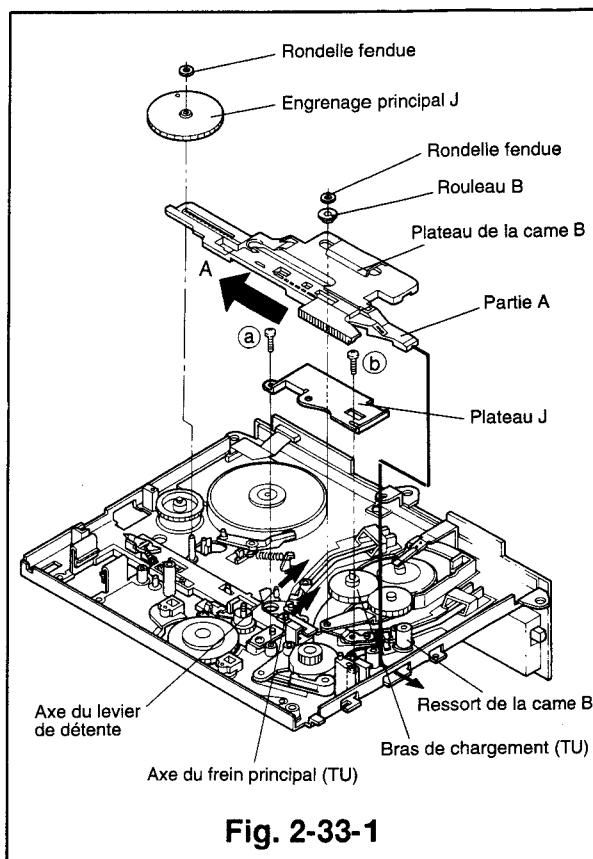
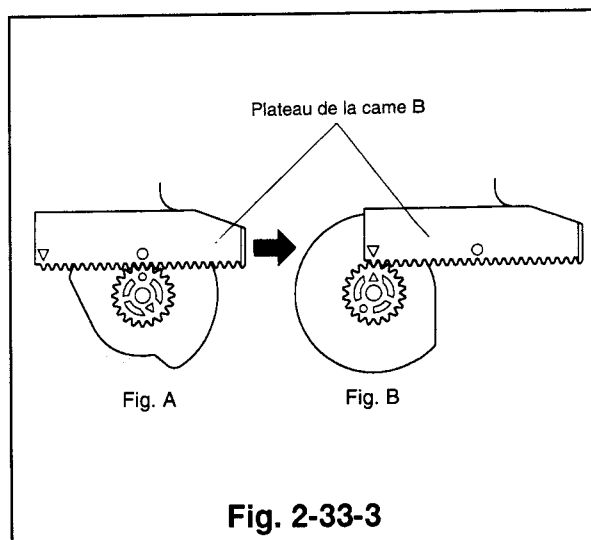

Fig. 2-33-1
Fig. 2-33-3
- 3) En faisant passer la partie A du plateau de la came B sous le ressort de la came B, insérer le plateau dans l'orifice situé sur le côté du plateau principal, dans le sens indiqué par le trait plein. (Voir la Fig. 2-33-1)
- 4) Tout en soulevant la section arrière du plateau de la came B, aligner celui-ci avec l'engrenage de la came R de manière à ce que les repères O soient alignés l'un avec l'autre, comme illustré dans la Fig. 2-33-3, fig. A. En continuant à soulever l'arrière du plateau de la came B, faire glisser celui-ci vers la droite jusqu'à ce que les repères (∇) du plateau de la came B et de l'engrenage de la came R soient alignés (Voir la Fig. 2-33-3, partie B). Depuis cette position, abaisser l'arrière du plateau de la came B sur les engrenages de chargement TU et SP, déjà alignés lors de l'étape 2 ci-dessus. Faire glisser le levier de détente et le frein principal TU dans leurs sens respectifs, indiqués par les flèches (Voir la Fig. 2-33-1).
- 5) Fixer le galet B sur l'axe du bras de chargement (TU) en utilisant une rondelle fendue neuve.